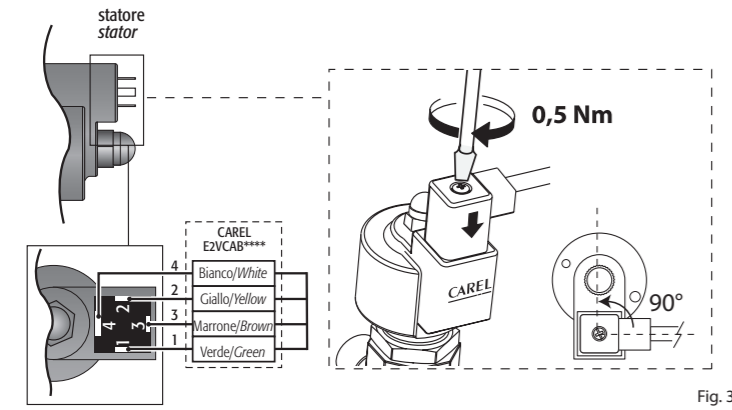

Fig. 3
6. Nel caso di smontaggio e rimontaggio del motore, controllare che lo statore rosso sia inserito fino a fondo corsa della cartuccia avvitando il dado nero portandolo in completa battuta fino a deformare la corona circolare in gomma dello statore (coppia di serraggio 0,3 Nm). Collegare il connettore già cablato al motore passo passo nel relativo alloggiamento e serrare la vite con una coppia di 0,5 Nm seguendo le indicazioni in Fig. 3. Collegare a questo punto l'estremità quadrupolare del cavo nei relativi morsetti del Driver CAREL EVD\*\*\* o relativo controllo omologato CAREL ed impostare i parametri secondo il set riportato nella tabella sottostante.
7. connect the pre-wired connector to the socket on the stepper motor and tighten the screw, applying a force of 0.5Nm, following the indications in Fig. 3. Then connect the four-pin end of the cable to the corresponding terminals on the CAREL EVD\*\*\* driver or other approved CAREL controller, and set the parameters as shown in the table below.
- brancher le connecteur déjà câblé au moteur pas pas sur son emplacement et serrer la vis avec un couple de 0,5 Nm en suivant les indications en Fig. 3. Connecter alors l'extrémité quadri-polaire du câble aux bornes correspondantes du Driver CAREL EVD\*\*\* ou au contrôle homologué CAREL correspondant et configurer les paramètres selon le point de consigne repris sur le tableau ci-dessous.
- Den vorverdrahteten Steckverbinder an den Schrittmotor anschließen und die Schraube nach den Anleitungen der Fig. 3 mit 0,5 Nm Drehmoment nachziehen. Das Vierleiterkabelende an die entsprechenden Klemmen des CAREL-Treibers EVD\*\* oder an eine andere zulässige CAREL-Steuerung anschließen und die Parameter gemäß nachstehender Tabelle einstellen.